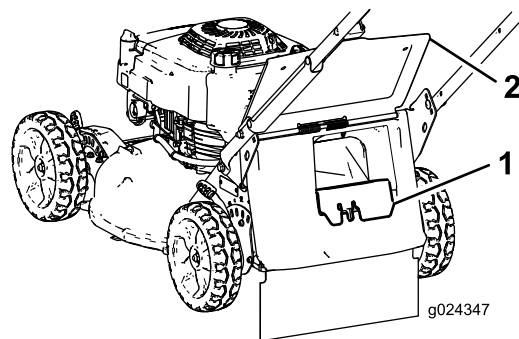

Figure 17
- Si l'obturateur d'éjecteur arrière n'est pas en place, saisissez-le par la poignée, soulevez le volet arrière, et insérez-le dans l'éjecteur arrière jusqu'à ce que le verrou s'enclenche; voir Figure 17.
3. Retirez l'obturateur d'éjection arrière en appuyant sur le verrou avec le pouce et en tirant l'obturateur hors de la machine (Figure 17).